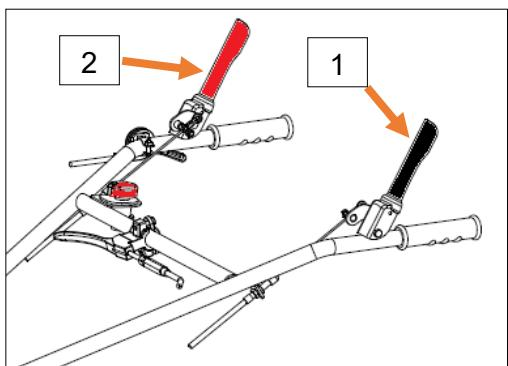

Figura 3
Cuando la palanca negra (1, Figura 3) se empuja hacia abajo, la máquina avanza o retrocede. Cuando la palanca se suelta, la máquina se detiene.
9. Antes de terminar de trabajar, desacople el embrague de manejo (1, Figura 3), luego desacople el embrague giratorio (2, Figura 3), finalmente detenga el motor.